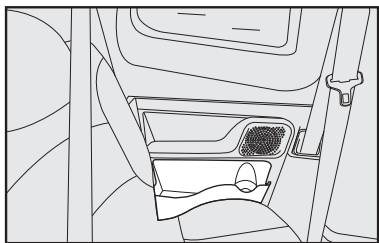

fig. 150
- sede para alto-falantes na lateral traseira da Strada Adventure Cabine Dupla **fig. 150**;